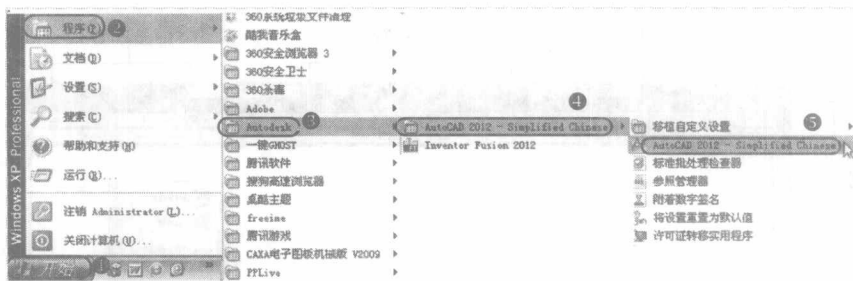

图 1-4 通过“开始”菜单方式启动
- 依次选择“开始”→“程序”→“Autodesk”→“AutoCAD 2012-Simplified Chinese”命令，如图 1-4 所示。